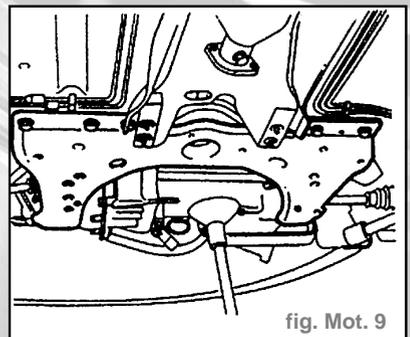

fig. Mot. 9
- Dévisser les vis de fixation de la traverse AV à la coque ; déposer d'abord les vis AR puis les vis latérales, à l'aide d'un deuxième opérateur, dégager ensuite la traverse avec la barre stabilisatrice (fig. Mot. 9).